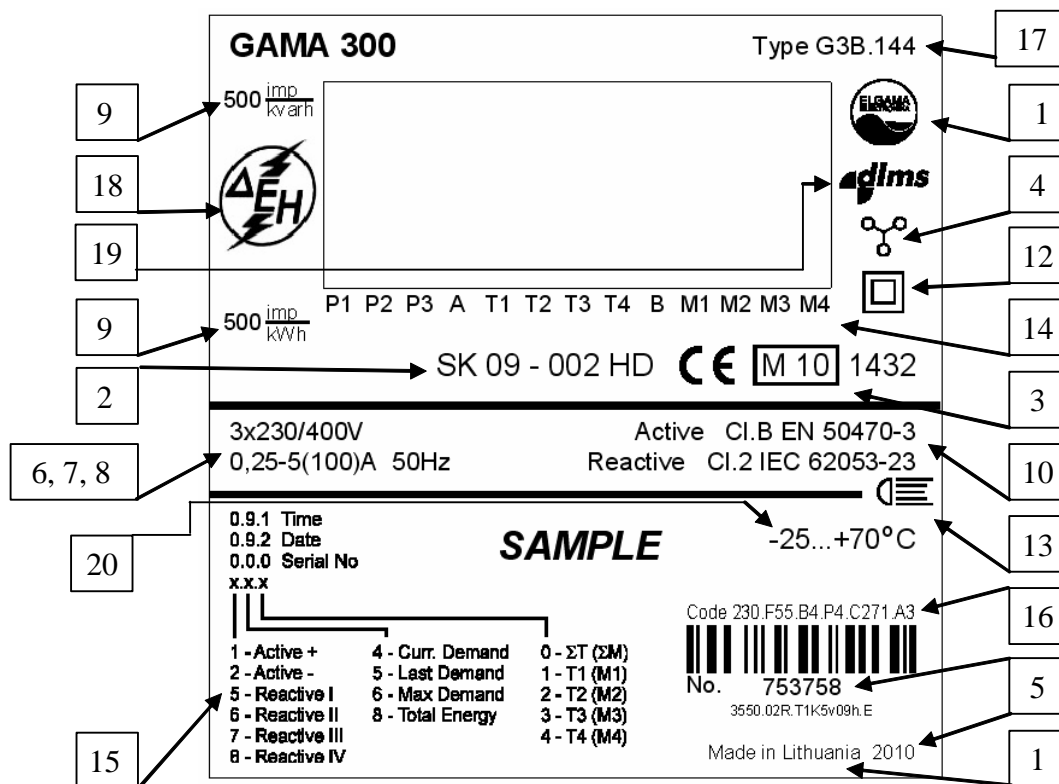

Рис. 3: Щиток счетчика G3B
В коде заказа указан, какой резервный источник питания имеется в счетчике (Рис. 3).
Информация, нанесенная на щитке, соответствует требованиям стандарта EN 50470-1 и директивы 2004/22/ЕВ и стандартом МЭК 62052-11, также как и идентификация основных данных, отображаемых на индикаторе ЖКИ. Образец щитка показан на рисунке (Рис. 3).
14. **Период учета.** Сегмент светится – зафиксировано воздействие на счетчик магнитным полем или открытие крышек; сегмент не светится – возможно ручное закрытие периода учёта; сегмент моргает – период учёта закрыт, пломбированная кнопка заблокирована, (символ «В» напечатан на щитке под соответствующим сегментом (Рис. 3).